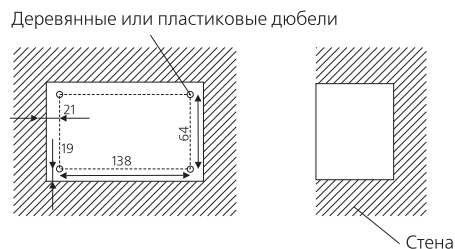

Рис. 8.2
8.2.2 В соответствии с размерами разметки на Рис. 8.2 просверлить отверстия и забить в них деревянные или пластиковые дюбели.